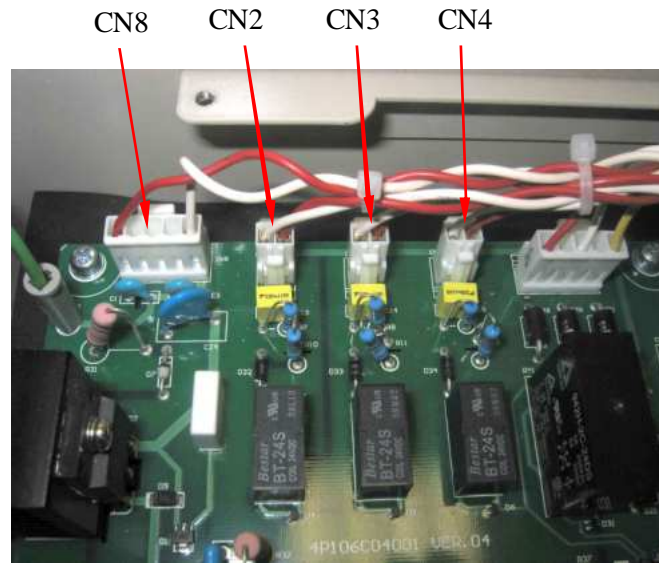

Рис. 4.6
4.7.3.2. Подключить к разъёму CN8 платы драйверов (рис. 4.6) источник питания 540 В (п. 3.4.10), установить опорную частоту 3 Гц, подать команду «Пуск» на пульт управления. Включить питание осциллографа (п. 3.4.9), установить вертикальную развёртку 5 В / дел., горизонтальную 50 мкс / дел.